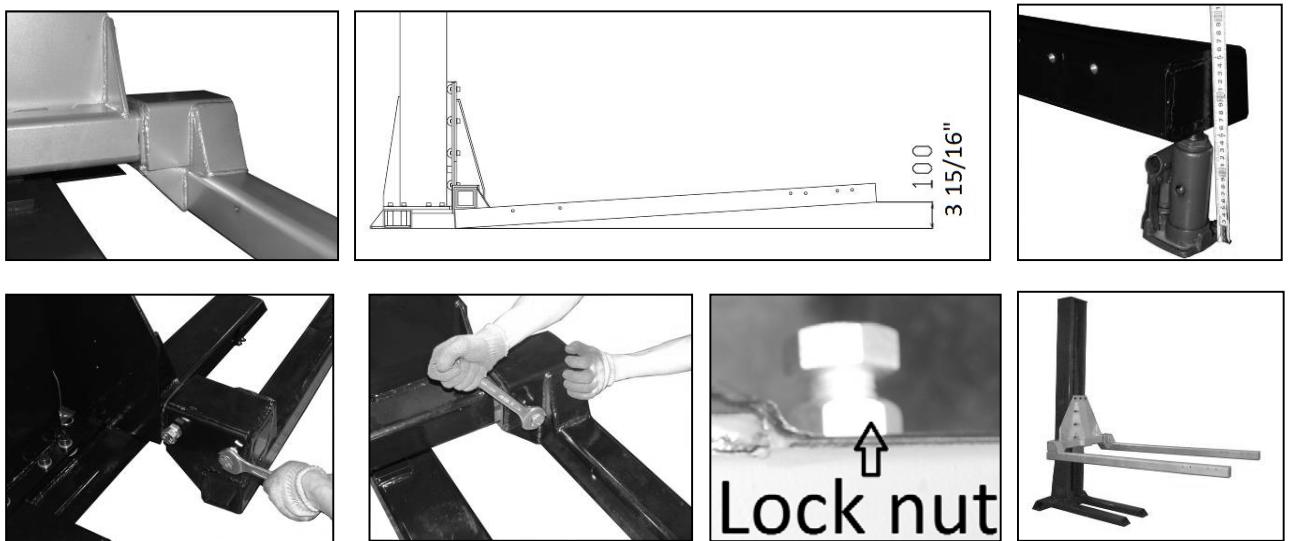

Abbildung: 9-A, B, C, D, E, F, G Ausleger montieren
- 10) Positionieren Sie danach die beiden Ausleger am Hubschlitten (Abb. 9-A). Damit die Plattformen horizontal werden, wenn Autos darauf geparkt sind, müssen Sie folgende Voreinstellung der Arme vornehmen:
Heben Sie zuerst die hinteren Enden der Arme mit einem Wagenheber auf ca. 100 mm an (Abb. 9-B, C). Ziehen Sie dann die beiden Schrauben auf der Rückseite und die vordere Schraube fest (Abb. 9-D & E). Ziehen Sie dann die Kontermutter in der richtigen Position fest.